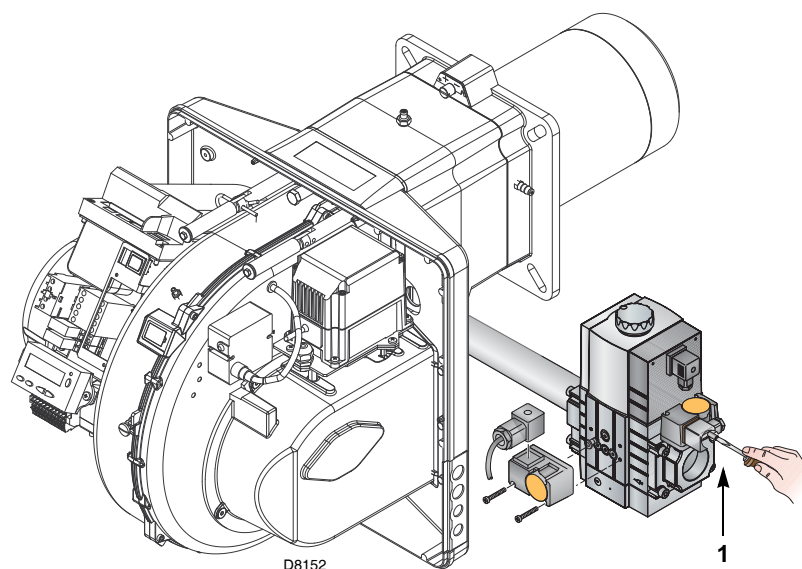

Fig. 27
- Contrôler la pression d'alimentation du gaz en raccordant un manomètre sur la prise de pression 1)(Fig. 27) du pressostat gaz minimum: elle doit être inférieure à la pression maximale admise pour la rampe gaz qui est indiquée sur la plaque des caractéristiques.
- Purger les tubes de la rampe du gaz, en raccordant un tube en plastique sur la prise de pression 1)(Fig. 27) du pressostat gaz minimum. Porter le tube de purge à l'extérieur de l'édifice jusqu'à sentir l'odeur du gaz.